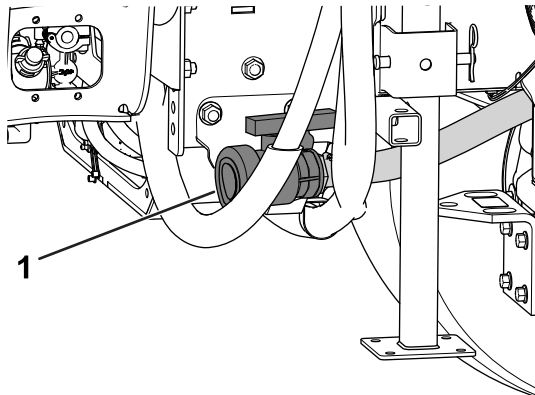

Bild 92
2. Ermitteln Sie das Ablassventil des Behälters an der rechten Seite der Maschine (Bild 92).